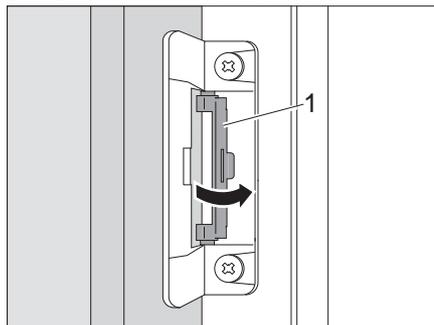

Bild 151 Arretierung in Ausgangslage zurück drehen
- Arretierung (Bild 151,1) in Ausgangslage zurück drehen.